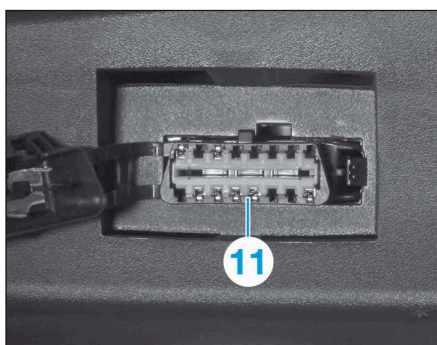

FIG.18
- Dégrafer la prise diagnostic (11) du fond de la boîte à gants (Fig.18).